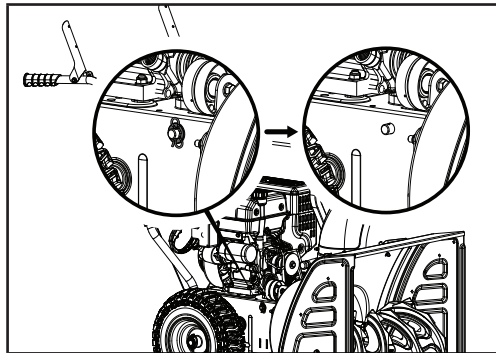
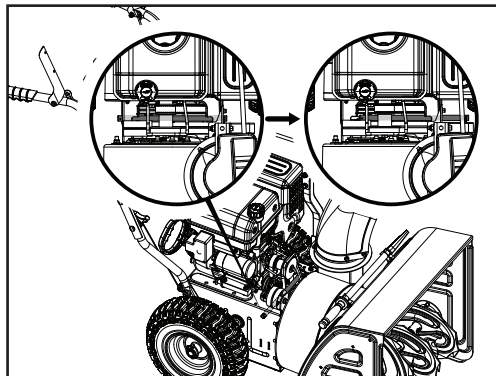

Figure 29A
Figure 29B
2. Retirez la pince et la rondelle (figure 29A), tirez la tige de soutien de moitié de l'autre côté de la souffleuse (figure 29B).